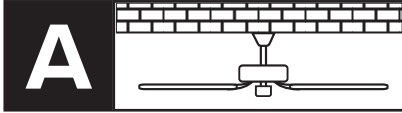

fig. A5a
**DK** fig. A5a: Skil hængestangen ad i dens enkelte dele som vist på billedet.